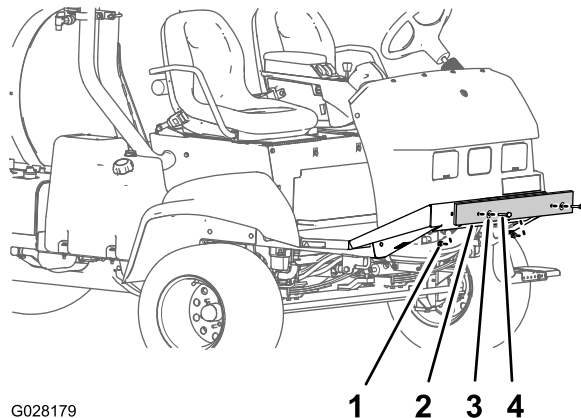

図 6
1. 出荷用のバンパーを前シャーシプレートに固定しているボルト、ワッシャ、ナットを取り外す 図 6。
2. 機体から出荷用のバンパーを取り外す 図 6。